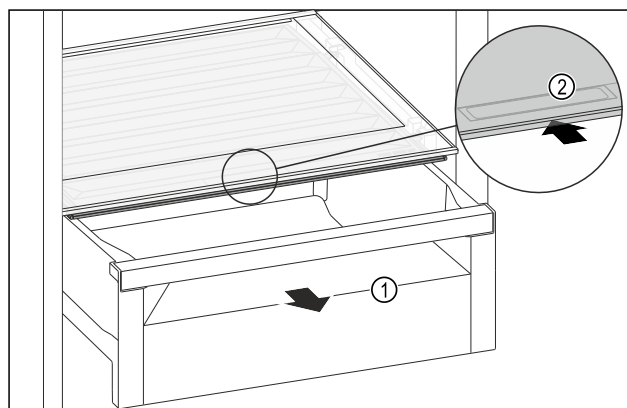

Fig. 109
- ▶ Húzza ki a fiókot Fig. 109 (1).
- ▶ Fogja meg a süllyesztett fogantyút Fig. 109 (2) a rekeszfedélen, és ezzel egy időben tolja hátra a rekeszfedélet.